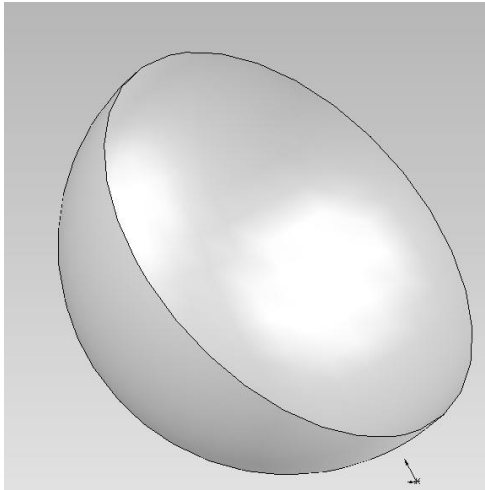

Рисунок 8.7 – Результат виконання операції обертання
- обрати команду «**Revolve**» на панелі інструментів «**Surface**». На екрані з'явиться вікно «**Revolve**», вказати контур обертання та кут повороту контуру 180° , (рис. 8.7). ОК;